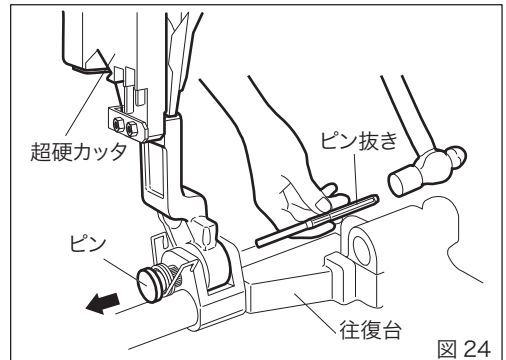

図 24
- 1. マシンの往復台と超硬カッタを連結しているピンをピン抜き等を利用して図24の矢印の方向に半分抜きます。